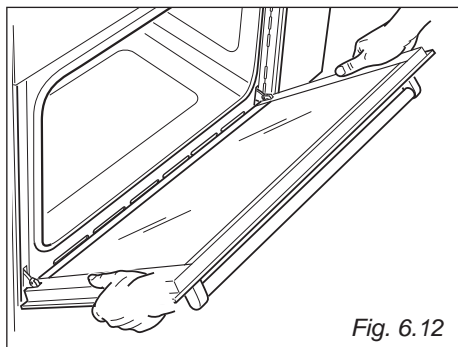

Fig. 6.12
- Impugnare la porta come illustrato in fig. 6.12.